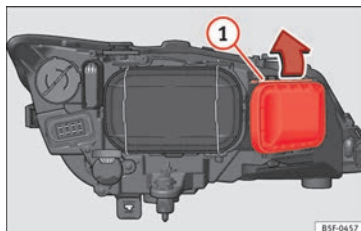

Fig. 106 Ampoule du clignotant.
- Déplacez le tirant » **fig. 106 ①** dans le sens de la flèche puis retirez le cache.